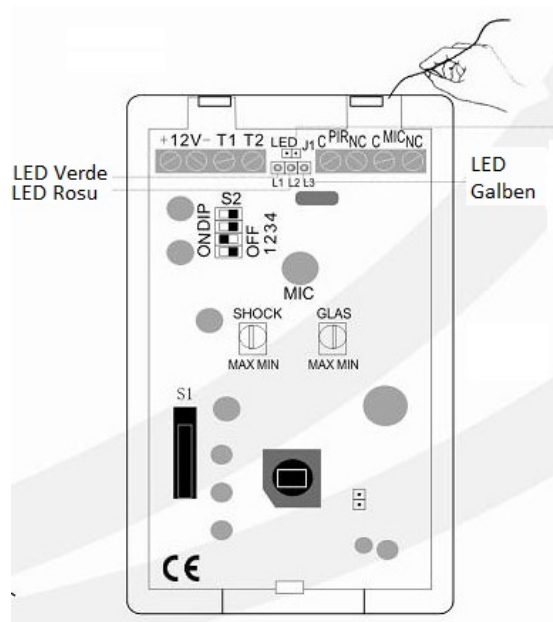

Fig. 4
4. Conectati firele la conectorii de pe placa (fig. 4)
Montati echipamentul de test cat mai aproape de geam si porniti-l. verificati faptul ca LED-urile verde si galben sa aprind pentru a transmite alarma. Ajustati inaltime a de instalare sau sensibilitatea detectorului.(Fig. 4)